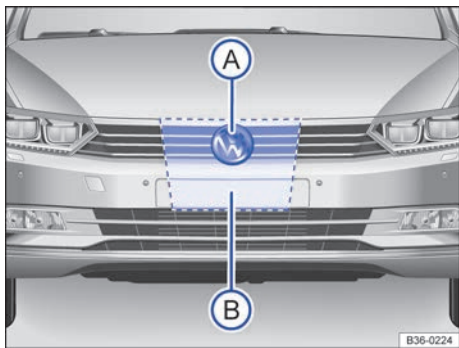

Fig. 167 En la parrilla del radiador, detrás del emblema de Volkswagen: sensor de radar (A) y zona que hay que dejar libre alrededor del sensor de radar (B).
En la parrilla del radiador va montado un sensor de radar para captar la situación del tráfico → fig. 167 (A). Este sensor permite detectar vehículos que circulen por delante a una distancia de hasta 120 m aprox.
La zona situada delante y alrededor del sensor de radar → fig. 167 (B) no se deberá cubrir nunca con adhesivos, faros adicionales, marcos emblecedores para la matrícula o similares, pues esto podría perjudicar el funcionamiento del ACC.